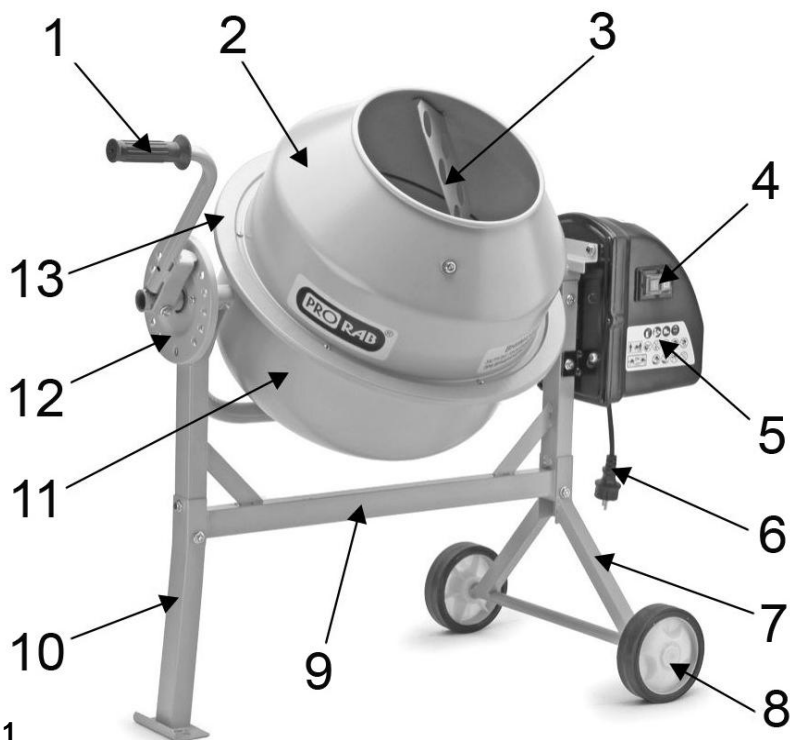
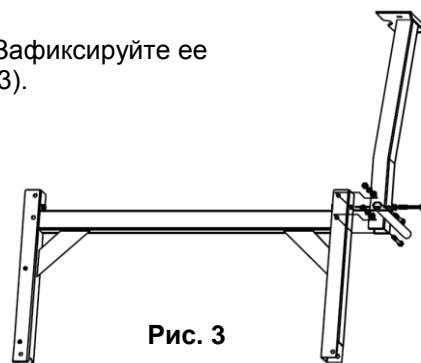
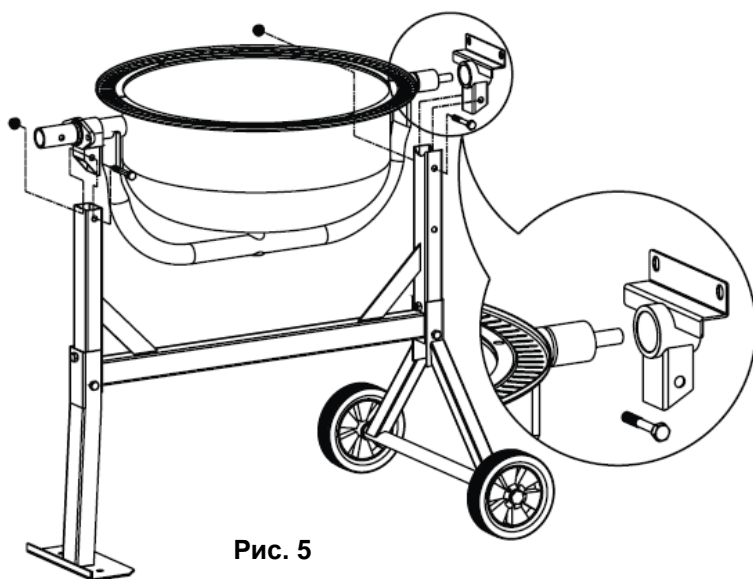

Рис. 1
Рис. 3
Рис. 5
- Наденьте на оси колесной стойки (7) (См. Рис.1; 2) по колесу с каждой стороны. Зафиксируйте их с помощью стопоров – шплинтов.
- К несущей балке (9) (См. Рис.1) присоедините дополнительную опору. Зафиксируйте ее положение винтами (M8x40 и M8x45). Крепко затяните винты (См. Рис.3).
- Соедините раму с колесной стойкой (7) (См. Рис.1; 4). Зафиксируйте ее положение винтами (M8x40 и M8x45). Крепко затяните винты.
- Установите опорную дугу вращения барабана на балку рамы. Зафиксируйте ее положение винтами M8x50 (См. Рис.5).
- Осторожно поместите нижний барабан (11)(См. Рис.1) на стойку, так чтобы подшипники попали в соответствующие пазы (См. Рис.5).
- Поместив верхний барабан (2)(См. Рис.1) на обод нижнего барабана (11)(См. Рис.1; 7), убедитесь в совпадении пазов и стрелок, а так же и свободном вращении лопастей внутри барабана.
- Установите диск-фиксатор (12)(См. Рис.1) на место крепления.
- Прикрепите рукоятку контроля угла наклона барабана (1)(См. Рис.1; 9). Зафиксируйте ее положение винтом М8х50.
- Трансмиссия с электродвигателем закрыта защитным кожухом (5)(См. Рис.1;10).
1. Подключите сетевой шнур (6)(См. Рис.1) бетоносмесителя к сети питания 220 В.
2. Нажмите на зеленую кнопку включения (4)(См. Рис.1), расположенную сбоку на защитном кожухе электродвигателя.
3. Для отключения – нажмите на красную кнопку (4)(См. Рис.1).
- Наклон и позиция барабана фиксируется с помощью рукоятки (1)(См. Рис.1) на боковой его части.